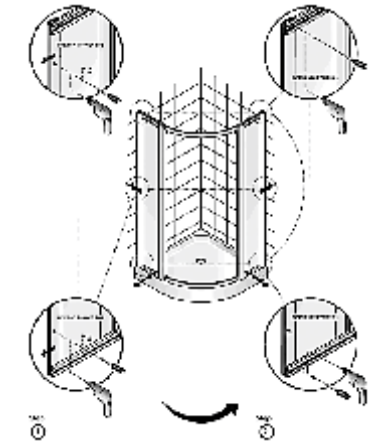

ABB.2.
3. Bauen Sie die Schirmwand ohne Türen zusammen. Die obere und untere Alu-Führungsschiene (Nr. 7) und die Seitenplatten (Nr. 2) werden mit selbstbohrenden Schrauben miteinander zusammengeheftet. Führen Sie in die Führungsschienen die Laufrollen ein (8). Setzen Sie die nunmehr vorgebaute Konstruktion auf die Brausetasse und führen Sie sie in die Wandanbauprofile ein. An die die Glasscheiben umfassenden Profile werden Ziereinsätze (Profile für Platten) (Nr. 3) angebracht. Befestigen Sie die Schirmwand an die Wandanbauprofile mit Hilfe der selbstbohrenden Schrauben. Dichten Sie die Fugestellen außerhalb und in der Schirmwand mit einem Dichtungsmittel ab (s. Abb. 2).